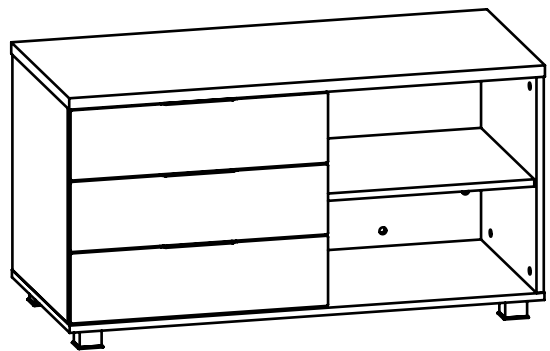

Рис. 11
- Установите ящики в корпус тумбы (Рис. 11).